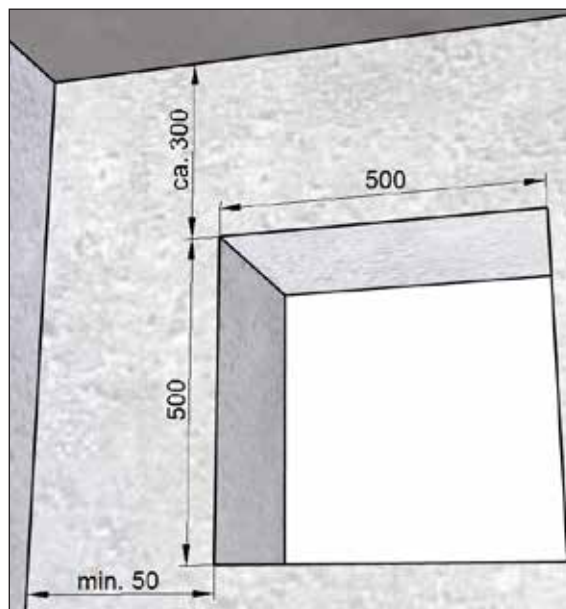

Fig. 9 : Ouverture dans le mur pour le kit de montage **avec** pièce de remplissage, dimensions en millimètres
- Ouverture dans le mur complète (voir Fig. 9) pour kit de montage **avec** pièce de remplissage M-WRG-M/Fü
- Ouverture dans le mur complète (voir Fig. 9 à la page 17) pour kit de montage **avec** pièce de remplissage M-WRG-M/Fü